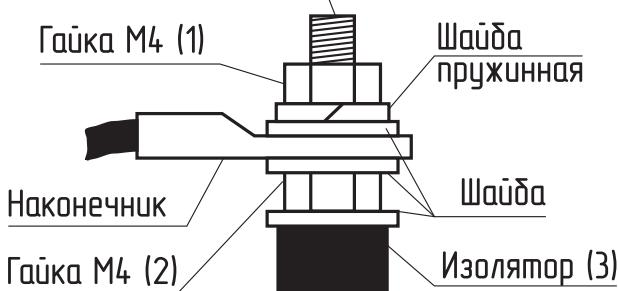

Рис.12 Присоединение проводов к выводам блок ТЭН
- Подключить фазные провода к выводам блок ТЭН согласно **Рис.12**;
- При замене блок ТЭН присоединение фазных проводов к выводам блок ТЭН производить согласно **Рис.12**. Сечение кабеля указано в **таблице 1 и 2**;
- Провод нейтрали «N» подключить на перемычку блока ТЭН (**Рис.12**).